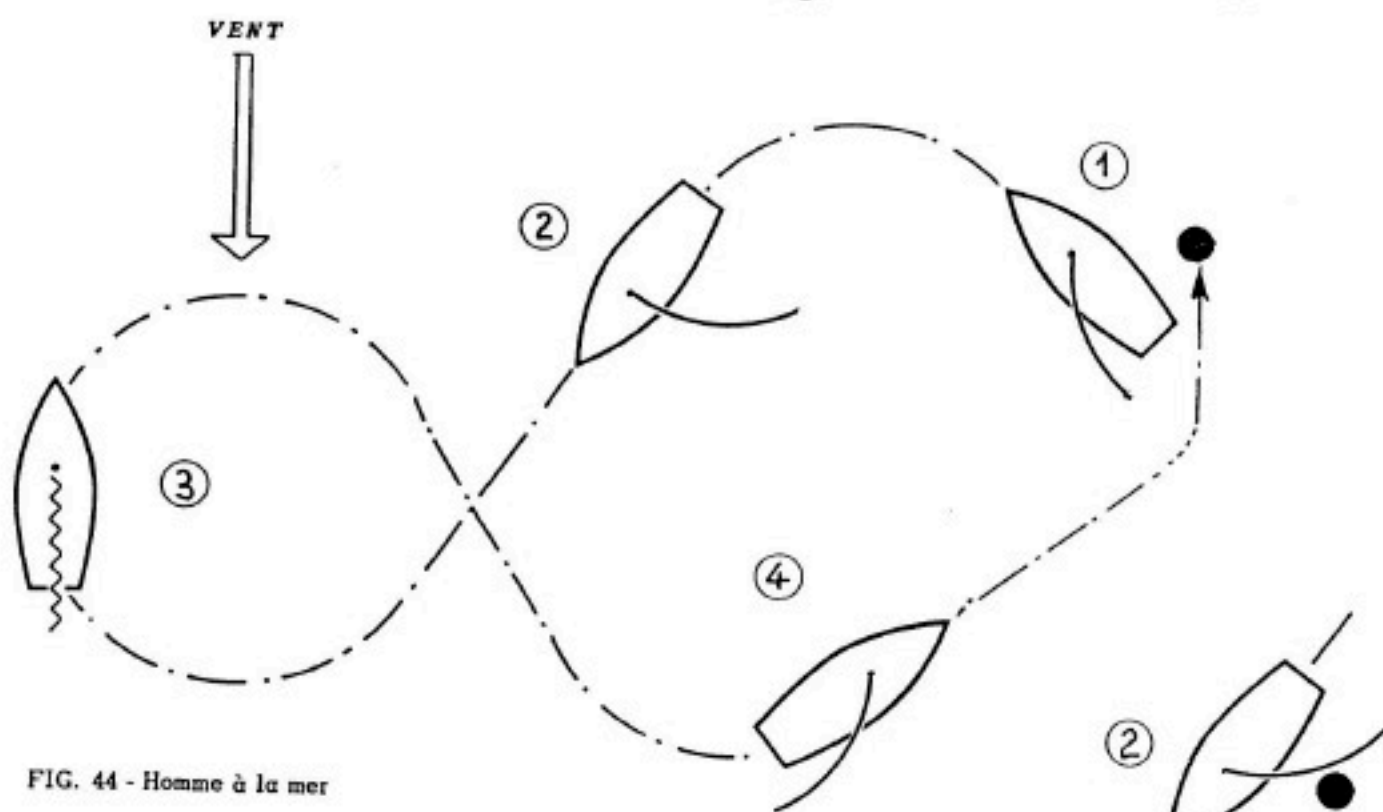

FIG. 44 - Homme à la mer
10°/ HOMME A LA MER (Fig.44)
a) Cas du voilier au près (Fig.44)
On y parviendra, sans faire d'empannage, en décrivant un huit comme l'indique la Fig.44. S'assurer, avant de virer, que l'écoute de foc n'est pas au taquet, sinon la faire sauter.